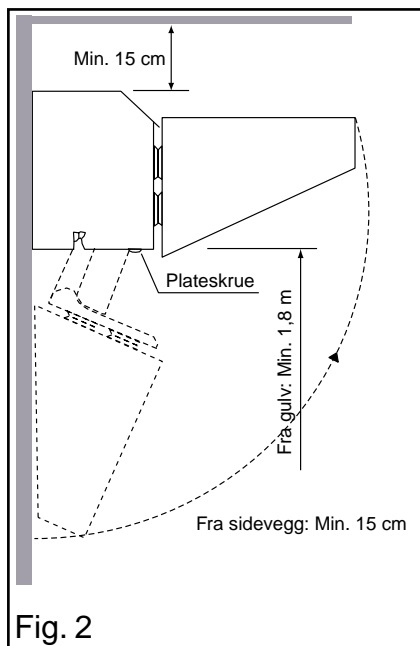

Fig. 2
4. Ovnen svinges opp i stilling, skyves inn mot veggen og sikres med vedlagte 2 stk plateskrue (fig.2).